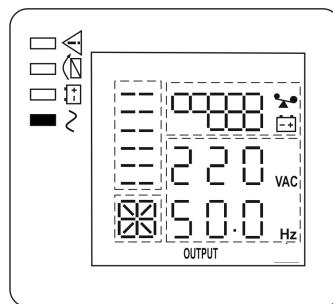

Рисунок 8 — Состояние ЖК-дисплея и индикаторов в режиме «ОСНОВНОЙ» (АКБ и нагрузки подключены).
- Включите изделие комбинацией кнопок + (см. п.1 таблицы 2). Изделие выполнит автоматическое самотестирование, определит качество входного сетевого напряжения и уровень нагрузки. Процесс самотестирования сопровождается последовательным включением/выключением всех индикаторов. После самотестирования изделие перейдет в режим «ОСНОВНОЙ» и продолжит заряд АКБ. Индикатор «БАЙПАС» погаснет, а индикатор «ИНВЕРТОР» включится (см. рисунок 8).
- Включите нагрузки. Если нагрузок много, необходимо включать их последовательно, одну за другой, на ЖК-дисплее отобразится уровень нагрузки (см. рисунок 8).
Вновь подать сетевое напряжение. Изделие должно автоматически перейти в режим «ОСНОВНОЙ» (см. рисунок 8), либо в режим «ЭКО», если параметр ЕСО включен (см. Приложение 2, описание настройки параметров изделия).